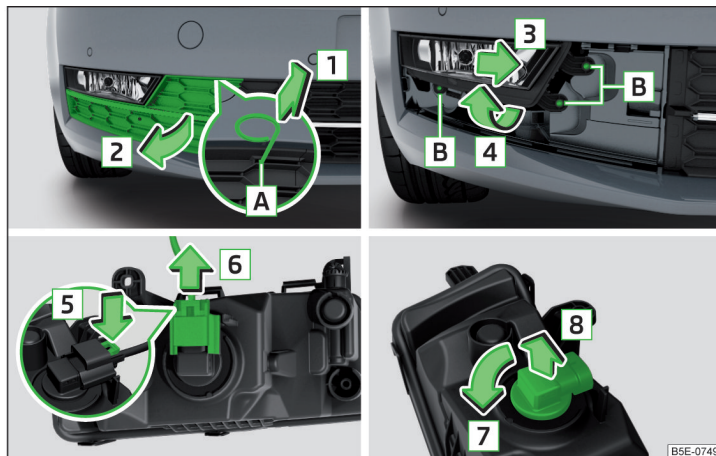

Fig. 351 Scoaterea farului de ceață / înlocuirea becului cu incandescentă - varianta 1
- › Introduceți brida pentru extragerea capacelor integrale de roată în degajarea **A** » fig. 351.
- › Introduceți farul de ceață în sens contrar săgeții [4] » fig. 351, deplasați-l în sens contrar săgeții [3] și înșurubați-l.